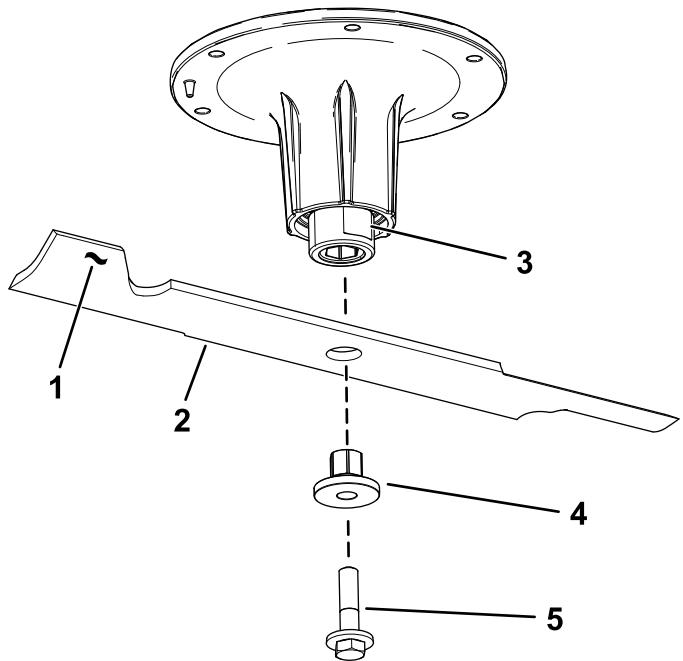

Figura 72
- Retire el perno de la cuchilla, el buje y la cuchilla del eje (Figura 72).